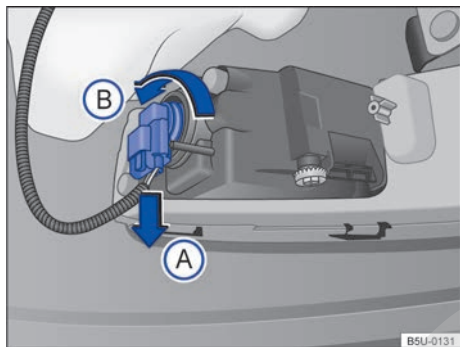

Fig. 141 Detrás del parachoques delantero: acceso a la lámpara incandescente del farol de neblina.
2. Desenganchar el conector de alimentación de la lámpara → fig. 141 en el sentido de la flecha (A), presionar, al mismo tiempo, la traba de fijación del conector.
3. Girar el portalámparas → fig. 141, en el sentido antihorario de la flecha (B), y desengancharlo del alojamiento.